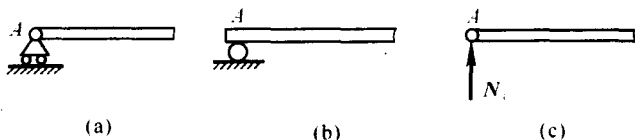

图 1.7
(4) 活动(铰链)支座。约束反力与支承面垂直，其作用线通过铰链的轴心。这类支座也可不用铰链而用单个滚子来实现，如图 1.7 所示。